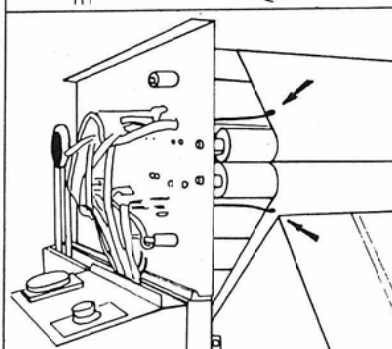

図5
- (2)ベルト修正用マイクロスイッチのレバーがベルトの内側に入らないよう注意しながらテンションローラーのスプリングを取付けて下さい。〔図5〕
- (3)シームレスベルト使用の場合は方向性なし。